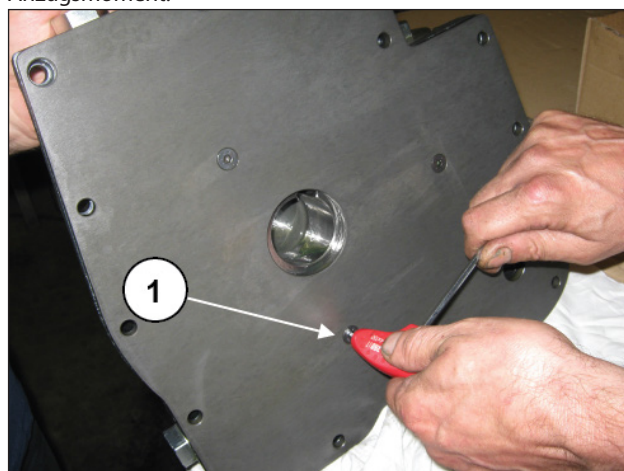

Abb. 153
Montieren Sie die hintere Platte des Ölpumpenkörpers durch das Festdrehen der drei Schrauben M6 (Pos. ①, Abb. 153) mit einem Drehmomentschlüssel auf das im Absatz 3 angegebene Anzugsmoment.